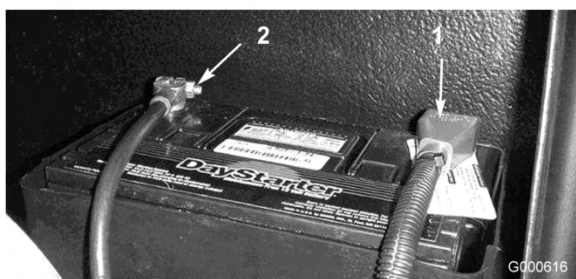

Figura 40
5. Instale o cabo positivo (vermelho) no terminal positivo (+) e o cabo negativo (negro) no terminal negativo (-) da bateria (Figura 40). Prenda os cabos nos pólos com parafusos e porcas. Certifique-se de que o terminal positivo (+) se encontra correctamente colocado no pólo e de que o cabo se encontra correctamente encaixado na bateria. O cabo não deverá entrar em contacto com a cobertura da bateria. Coloque a protecção de borracha sobre o terminal positivo para evitar um curto-circuito.